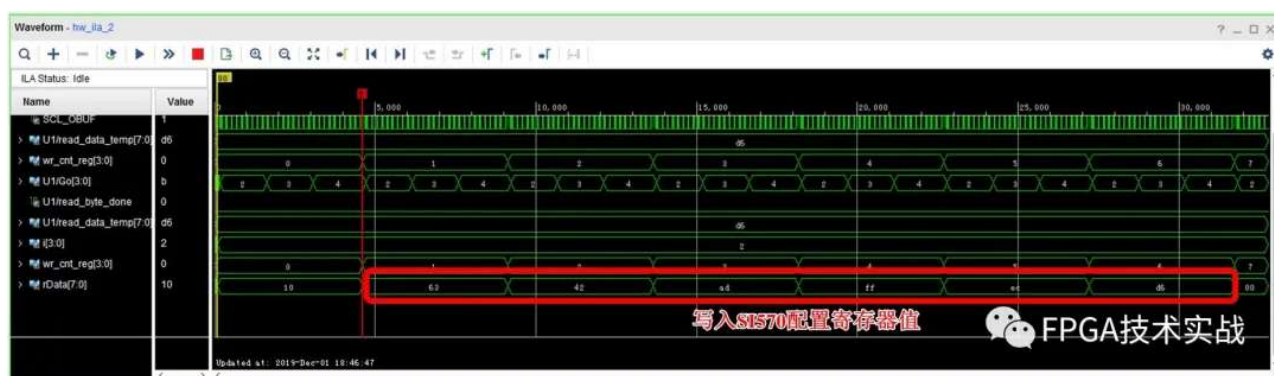

图12、FPGA I2C总线写时序图
5.写SI570寄存器配置值。FPGA I2C总线写时序图如图12所示。